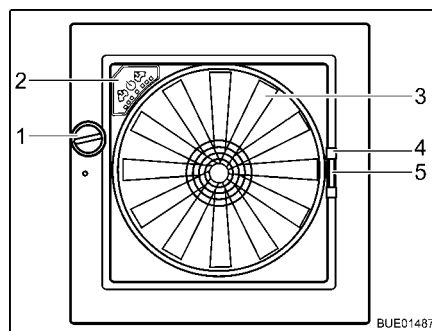

Fig. 127 Lanterneau Omni-Vent
- Tourner le bouton rotatif (Fig. 127,1) jusqu'à ce que l'angle d'ouverture désiré soit atteint.
- Tourner le bouton rotatif (Fig. 127,1) jusqu'à ce que le lanterneau soit entièrement fermé.
- Fermer : ■ Tirer la moustiquaire par la poignée (Fig. 127,4) vers le côté de cadre opposé.
- Fermer : ■ Presser la poignée (Fig. 127,5) du dispositif occultant.
- Ventilateur** Quand le lanterneau est ouvert, l'espace intérieur peut être ventilé et aéré avec un ventilateur à 6 niveaux de puissance (Fig. 127,3). La commande du ventilateur s'effectue sur son panneau de commande (Fig. 127,2).